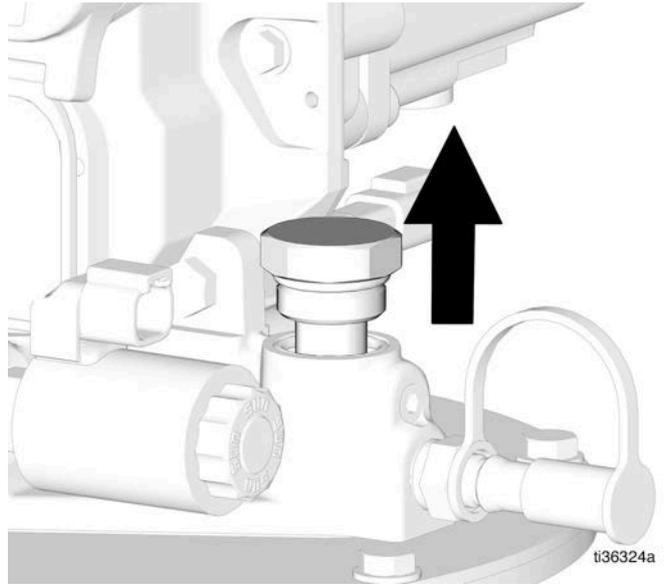
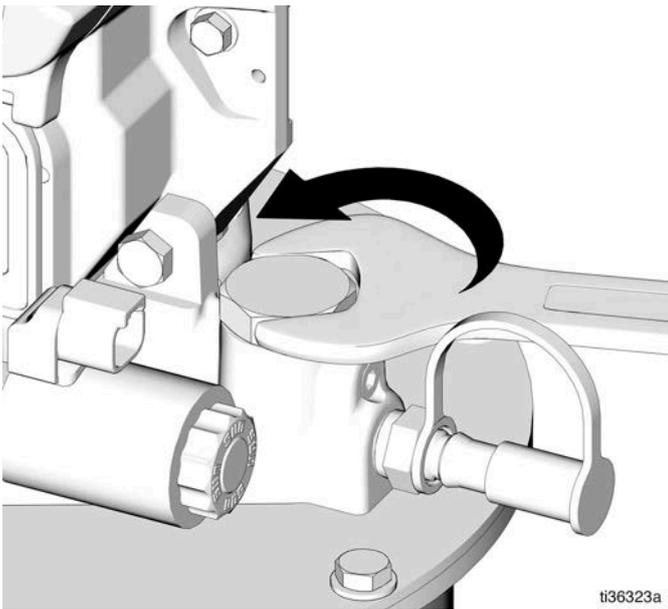

FIG. 5
FIG. 4
4. Afloje y retire el tapón de la desconexión de llenado automático Compact Dyna-Star. Deseche el tapón de acuerdo con las normativas locales (FIG. 4 y FIG. 5).